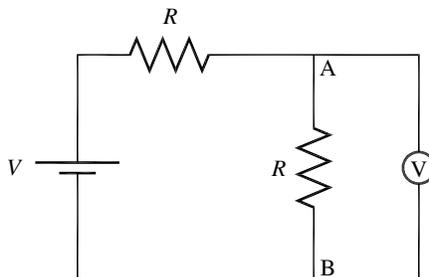

Figura 9 – Circuito para monitorar o efeito da resistência interna do voltímetro
a) Monte o divisor de tensão mostrado na figura 9 utilizando  $R = 1\text{ k}\Omega$ . Calcule a tensão esperada entre os terminais A e B, para uma tensão de alimentação de 5 V.
c) Para o mesmo circuito da figura 9, calcule a tensão esperada entre os terminais A e B se  $R = 100\text{ k}\Omega$ .